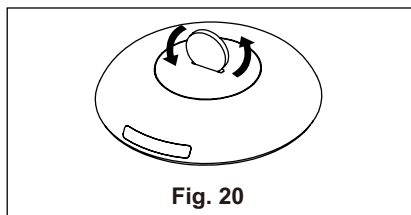

Fig. 20
2. Folosiți o monedă sau ceva similar pentru a roti capacul spate în sensul invers acelor de ceasornic pentru a-l deschide. (Fig. 20 și 21)